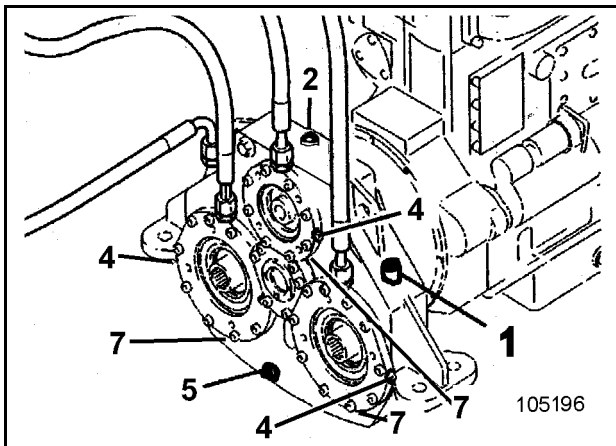

Fig. 3-98:
- Verschlußstopfen (7, Fig. 3-98:) herausdrehen und Öl vollständig ablassen.
- Verschlußschraube (7) einschrauben.